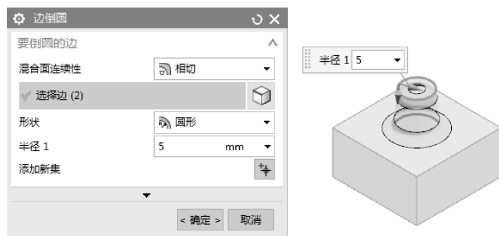

图 6-64 创建圆角
- 07 使用【边倒圆】工具，创建凸台上的圆角特征，如图 6-64 所示。